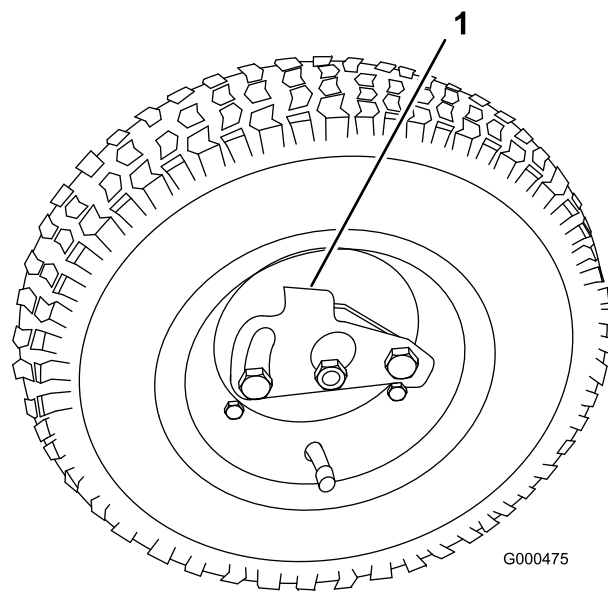

図 20
2. 車輪についているロッククリップが車軸に掛かるようにして車輪を六角シャフトに通す 図 20。